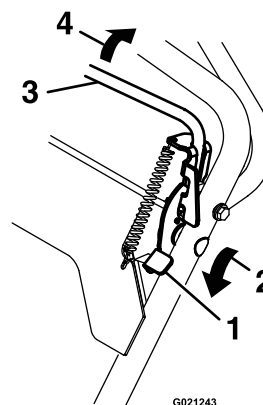

Figura 13
- Empuje la palanca de bloqueo de la barra de control de las cuchillas hacia adelante para liberar la barra de control de las cuchillas (Figura 13).